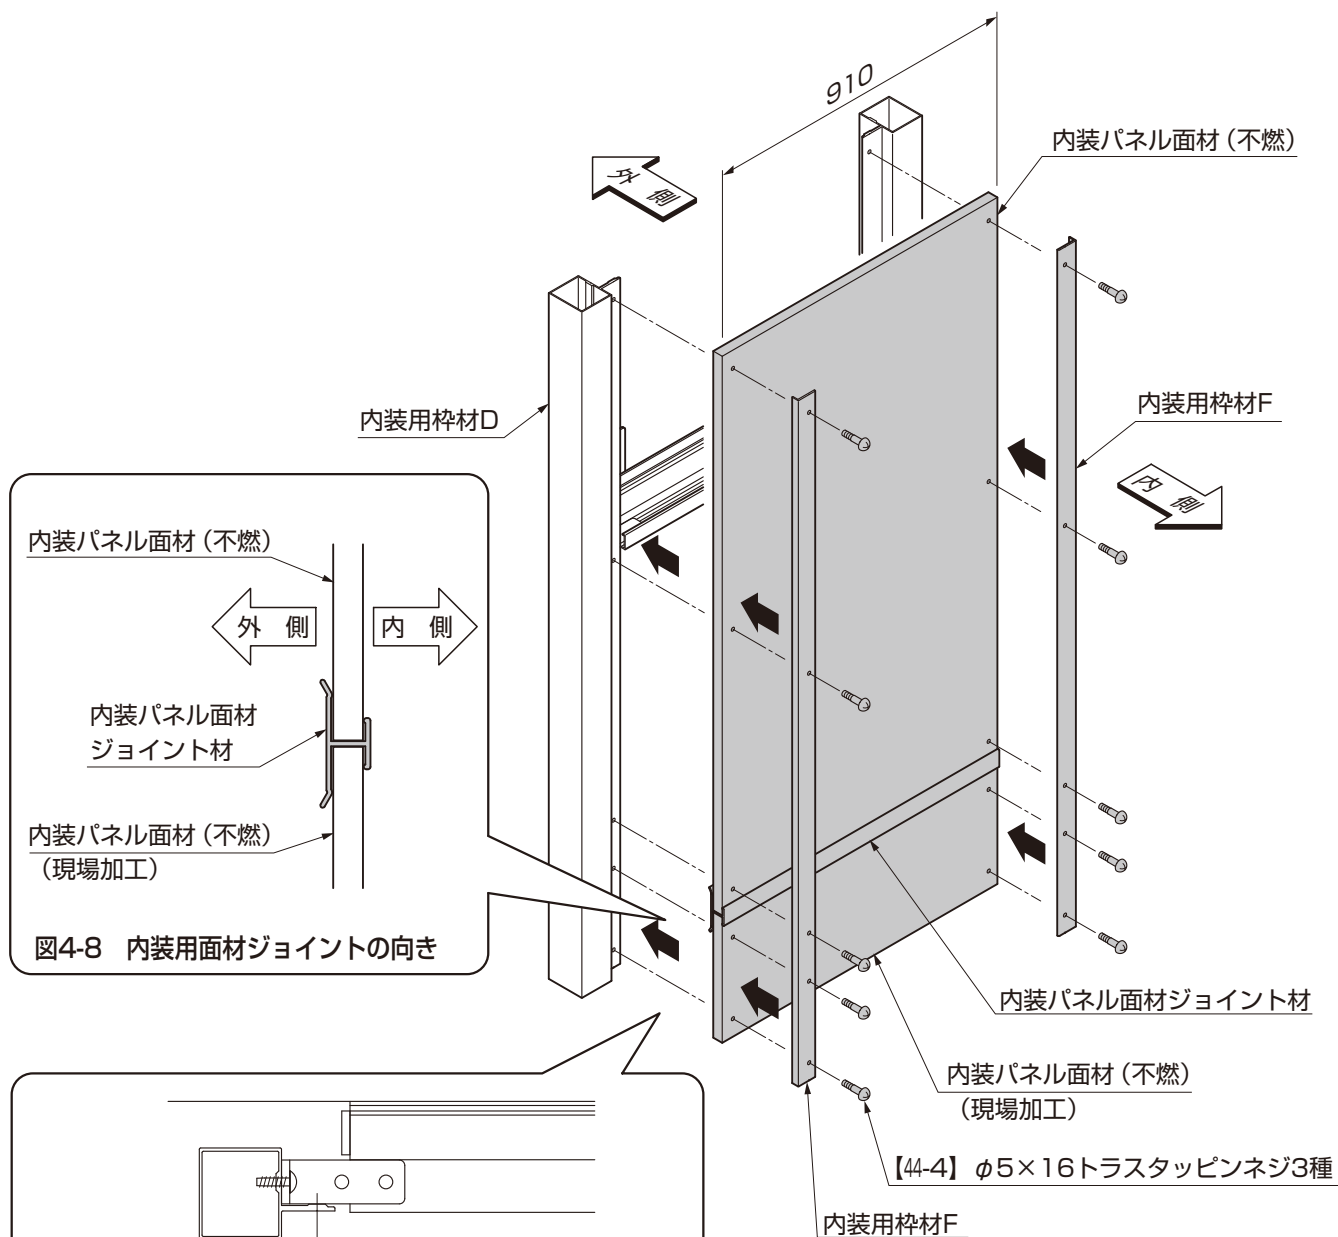

図4-8 内装用面材ジョイントの向き
- 内装用面材ジョイント材は、前後の向きがあります。(図4-8参照)
- 内装用面材ジョイント材は、上下の内装用パネル面材をはさみ込むように取付けてください。(図4-8参照)